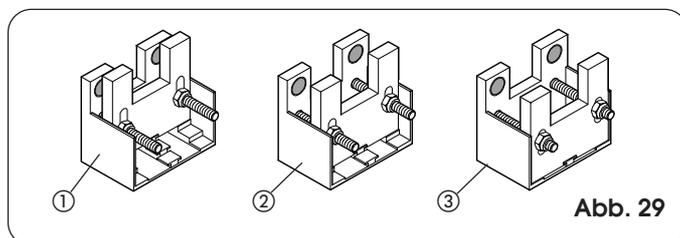

Abb. 29
- 1) Verzinkte Zahnstange 30x6 Modul 4 (Abb. 29 Bez. ①)
- 2) Verzinkte Zahnstange 30x12 Modul 4 (Abb. 29 Bez. ②)
- 3) Zahnstange aus verstärktem Nylon 30x20 Modul 4 (Abb. 29 Bez. ③)